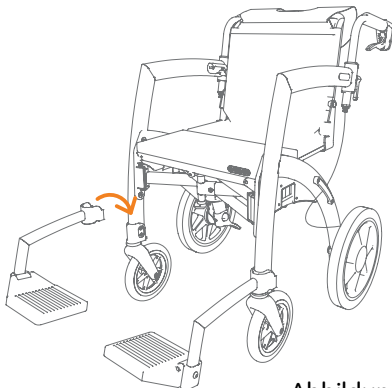

Abbildung 26
- c. Die Fußstützen befinden sich in der Rollstuhl tasche. Diese platzieren Sie in den Fußstützenhaltern an der Vorderseite des Rollz Motion, indem Sie diese von der Oberseite der Fußstützenhalter herunter gleiten lassen (Abb. 26).